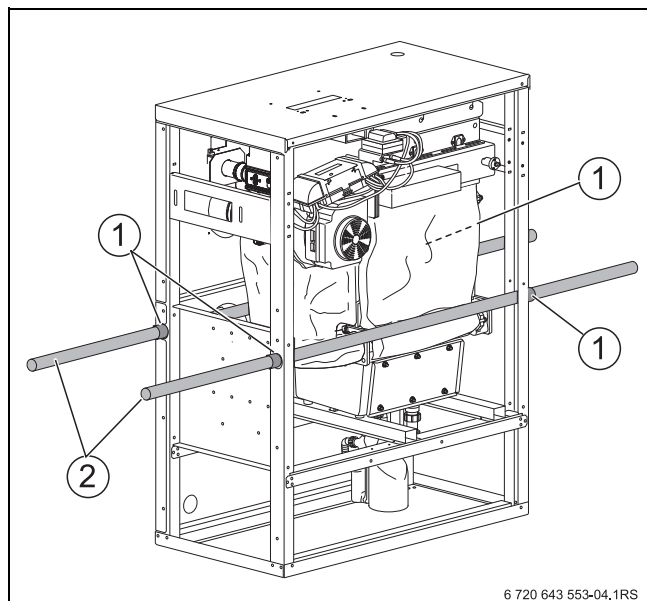

Fig. 5 Trasporto della caldaia con l'ausilio dei tubi
- Per evitare la caduta, fissare i tubi alle posizioni [1] illustrate in fig. 5, ad es. con del nastro adesivo.